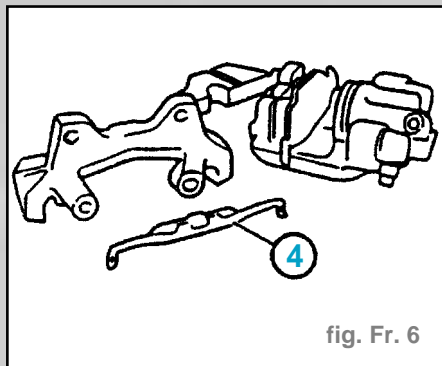

fig. Fr. 6
- Remarque pour la repose :** Avant de remettre en place le ressort (4) repousser la plaquette de frein à fond vers l'extérieur (fig. Fr. 6).
Remarque pour la repose : - Avant de remettre en place le ressort (4), repousser la plaquette de frein à fond vers l'extérieur (fig. Fr. 6).